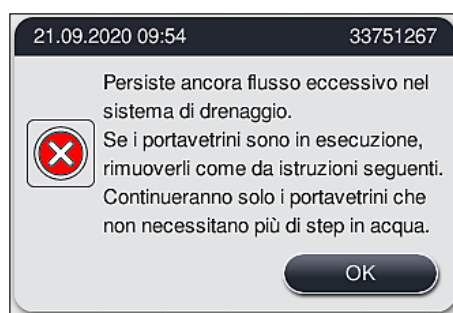

Fig. 127
- Se non è possibile eliminare l'ostruzione nonostante le misure di pulizia, le stazioni di risciacquo vengono disattivate a causa del persistente livello critico dell'acqua. Le stazioni di risciacquo vengono mostrate come difettose sul display. Per terminare uno o più programmi, premere (→ "Fig. 125-2") oppure (→ "Fig. 126-2") per avviare il processo di interruzione controllata. I programmi che non richiedono uno step in acqua vengono proseguiti fino alla fine del processo di colorazione. Qualunque portavetrini rimasto che ancora richiede almeno uno step in acqua deve essere annullato e rimosso dallo strumento. Confermare il messaggio successivo (→ "Fig. 127") premendo **OK**.